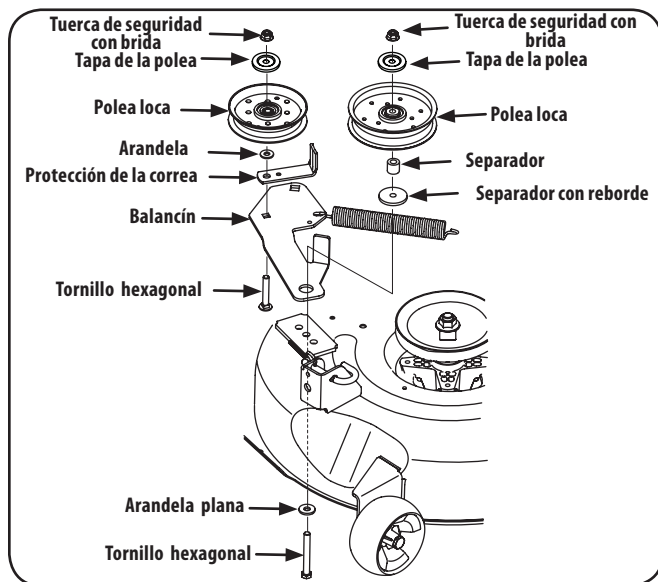

Figura 7-11
3. Extraiga las dos poleas locas, para lo cual debe retirar los tornillos de cabeza hexagonal y las tuercas de seguridad con brida que las sujetan a la plataforma y el brazo de polea loca. Consulte la Figura 7-11. No afloje ningún elemento de ferretería al sacar el tornillo de cabeza hexagonal y la tuerca de seguridad con brida.
6. Coloque la correa alrededor de las poleas locas que extrajo en el paso 3 con el lado en "V" orientado hacia adentro. Una vez que todo esté en su lugar, vuelva a colocar los elementos de ferretería y ajuste la tuerca de seguridad con brida para sujetar el conjunto. Consulte la Figura 7-11.
7. Coloque la correa como se indica en la Figura 7-11 y vuelva a instalar la plataforma (consulte Instalación de la plataforma en la página 30).